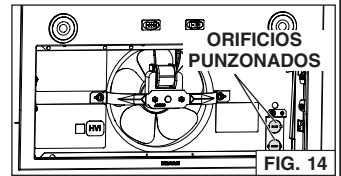

FIG. 14
4. Perfore uno de los dos orificios punzonados (en gris en FIG. 14).